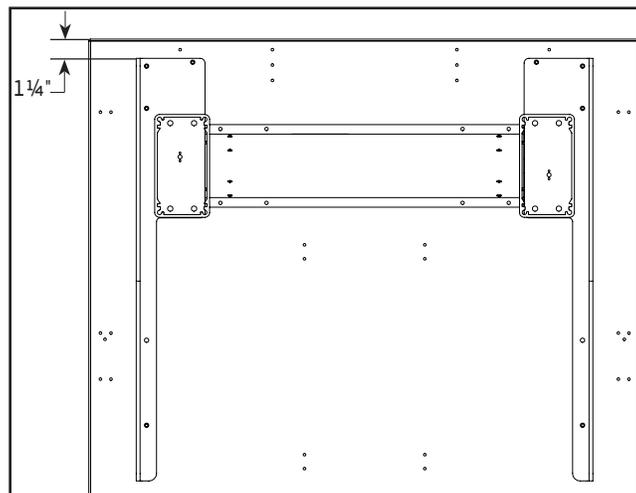

Figure 3: ErgoStat, surface de travail, profondeur de 30-42"
- 2a. Le bord arrière de la base Ergostat (Figure 3) doit être à 1¼" du bord arrière de la surface de travail. Alignez correctement les supports de base Ergostat, à gauche et à droite, sur les trous pré percés de la surface de travail.